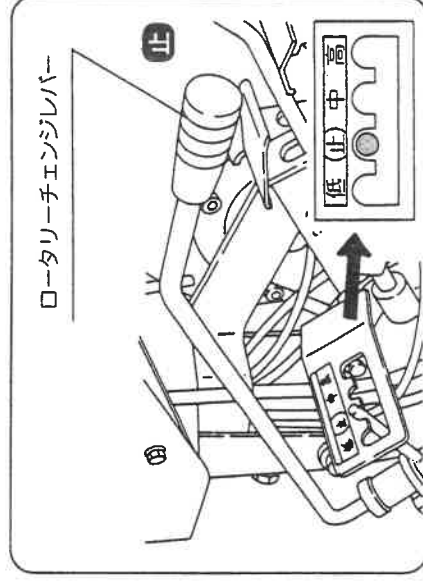

図13
- 3 ローターチェンジレバーを「止」の位置にします。(図13)